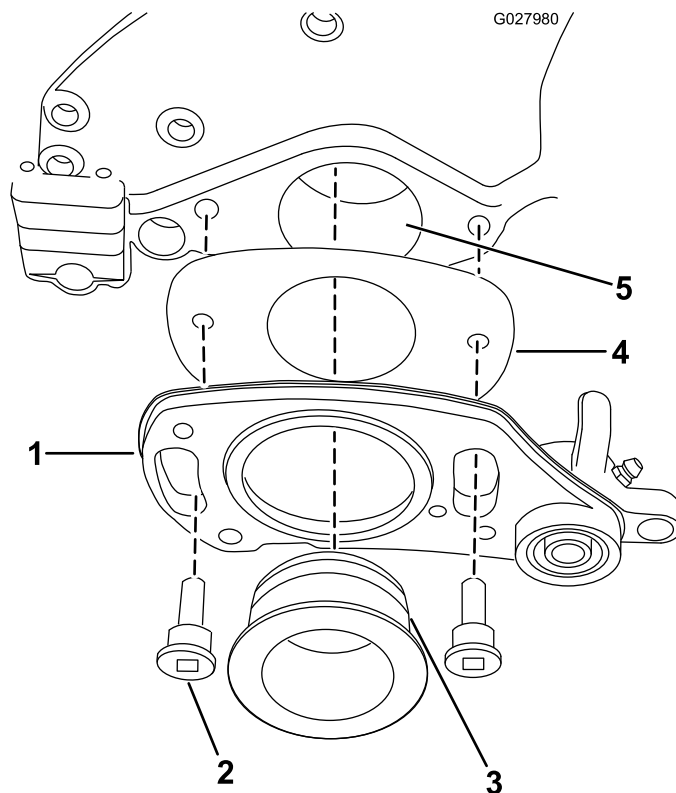

図 7
12. 右側駆動アセンブリの後部に、シムプレートを 図 7 に示すように取り付ける。
13. パイロットボアとOリングにグリスを薄く塗布する 図 7。
14. ショルダボルト2本を使って、駆動アセンブリを 図 7 のように固定する。